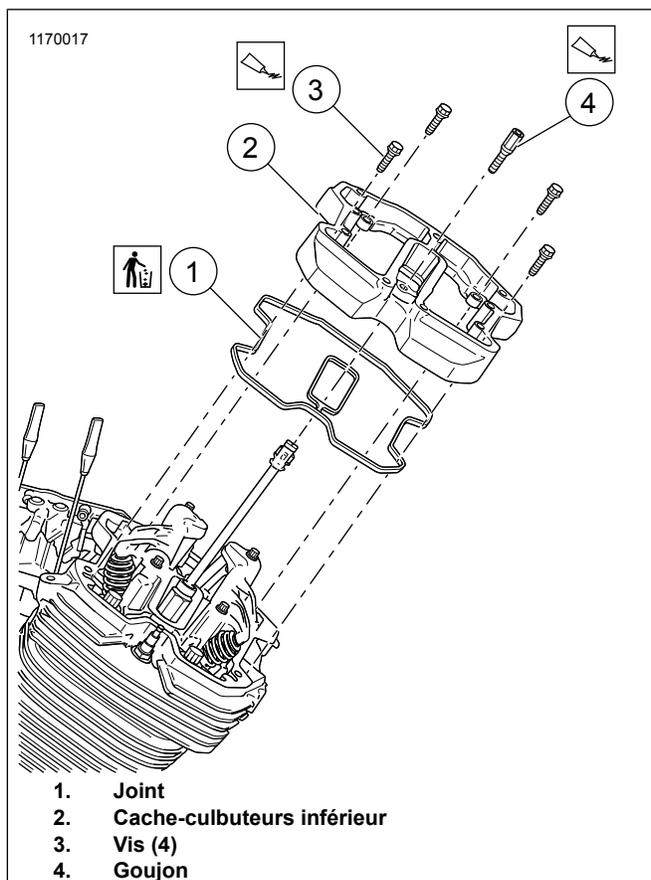

Figure 7. Cache-culbuteurs inférieur
1. Voir la figure 7. Retirer les vis (3) et le goujon (4).
1. Voir la figure 7. Installer le **nouveau** joint (1).
2. Poser le cache-culbuteur inférieur (2).
3. Appliquer du frein filet sur les vis (3) et le goujon (4).